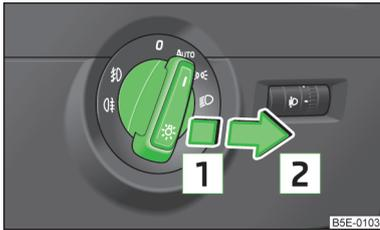

Abb. 32
- Den Lichtschalter in Stellung **AUTO**, oder » Abb. 32 drehen.
- Den Lichtschalter in Stellung **AUTO** oder bzw. » Abb. 32 auf Seite 54 drehen.